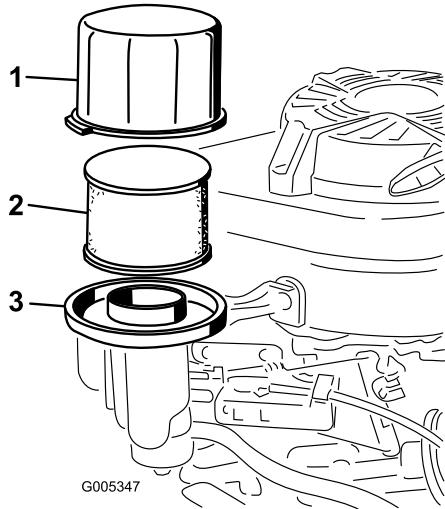

Figura 21
3. Togliete il coperchio e pulitelo accuratamente (Figura 21).
4. Togliete e controllate i filtri di carta dell'aria (Figura 21) e gettateli se sono eccessivamente sporchi.
5. Togliete il prefiltrato in schiuma sintetica e lavatelo con acqua e detersivo neutro, infine tamponatelo finché non è asciutto (Figura 21).